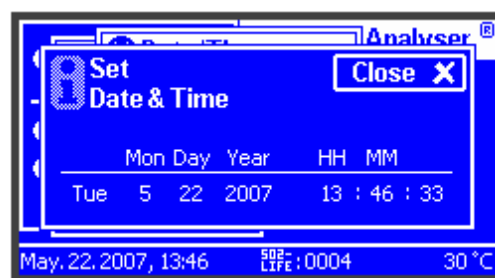

图 6.21
- 设置：设置时钟与日期。在设置时间与日期之前，必须在“时区”与“DST 自动”项目下设定定时区与时间。（图 6.21）